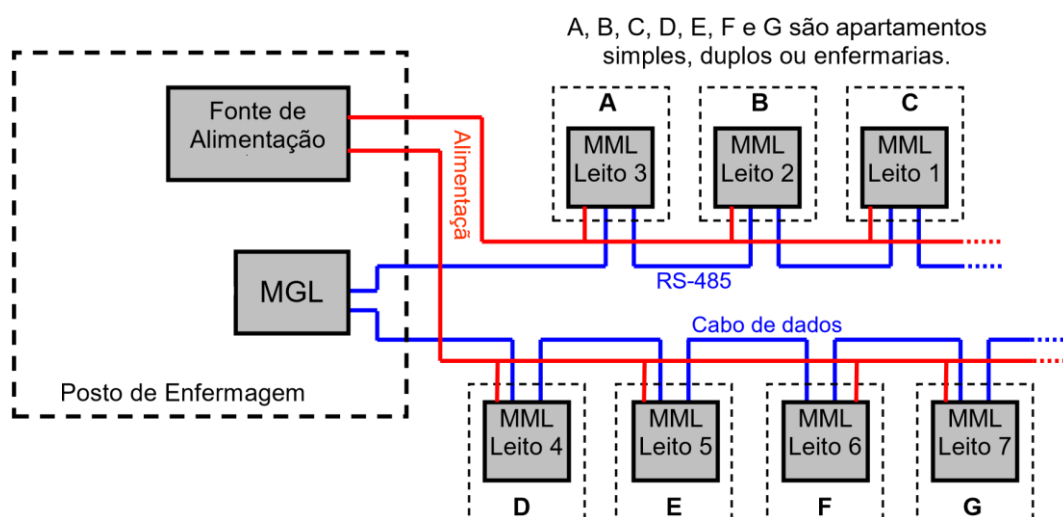
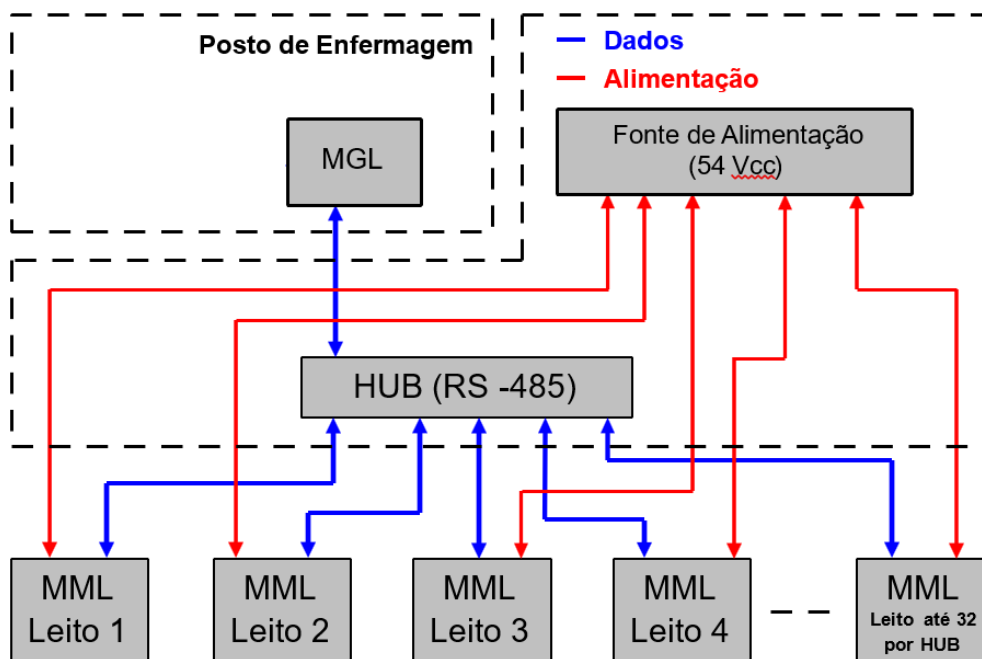
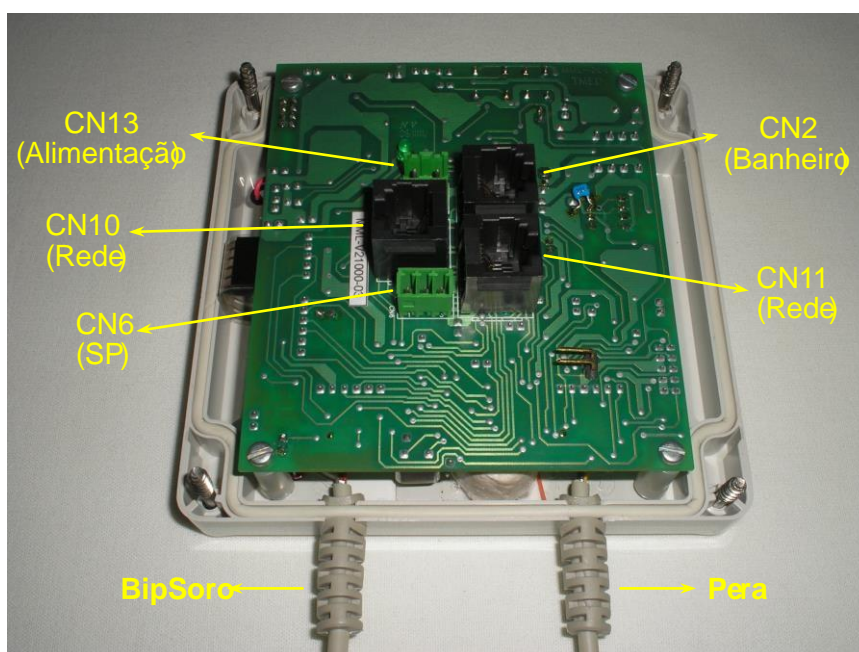

Figura 1 – Topologia Barramento
Figura 2 – Topologia Estrela
Figura 9 - Vista posterior do MML
- Topologia estrela (necessita do HUB RS-485 opcional - veja a Figura 1 abaixo);
- Topologia barramento (veja a Figura 2 abaixo).
Siga os passos descritos no item 7.5.1 abaixo para efetuar as conexões e a instalação do MML seguindo a topologia estrela. Veja a Figura 2. Alternativamente, siga os passos descritos no item 7.5.2 para efetuar as conexões e a instalação do MML seguindo a topologia barramento, como mostrado na Figura 1.
- d. Encaixe no conector CN2 (veja a Figura 9 abaixo) o plug RJ-45 do cabo que vai para banheiro;
- i. Localize o conector e o borne rotulado com CN6, contido na placa de circuito impresso do MML (veja a Figura 9 abaixo), e verifique que seus terminais são numerados de 1 a 3. Use uma chave de fenda de 1/8" x 3" para conectar os condutores do cabo vindo do Sinalizador de Porta aos terminais do borne CN6 mantendo a mesma pinagem mostrada na Tabela 1 acima;
- e. Encaixe no conector CN2 (veja a Figura 9 abaixo) o plug RJ-45 do cabo que vai para o banheiro;
- j. Localize o conector e o borne "CN6" contido na placa de circuito impresso do MML (veja a Figura 9, abaixo) e verifique que seus terminais são numerados de 1 a 3. Use uma chave de fenda de 1/8" x 3" para conectar os condutores do cabo vindo do sinalizador de porta aos terminais do borne "CN6" mantendo a mesma pinagem mostrada na Tabela 1 acima;
No caso de se escolher a topologia barramento, a fonte deve ser instalada no posto de enfermagem ou numa sala técnica. Veja a Figura 2, acima.
- Na topologia barramento, um cabo UTP deverá ser conectado à parte posterior do MGL na porta rotulada com “RS-485”. A outra extremidade deste cabo deve ser conectada a uma a uma PCI Y contendo 03 portas RJ45 (fornecida com o MGL quando se pretende usar a topologia barramento). As 02 portas RJ45 desta PCI Y ficam disponíveis para conexões com os MMLs do sistema, conforme mostra a Figura 1, acima. Na existência de n MML's num mesmo sistema, haverá seguimentos de cabos que conectarão os MML's, entre si, formando a topologia barramento, já que os conectores CN10 e CN11 em cada MML (veja a Figura 9), estão disponíveis para as conexões da rede. Cabe observar que nessa topologia a soma dos comprimentos de cabos que ligam os MML's não poderá ultrapassar o valor de 700 metros.